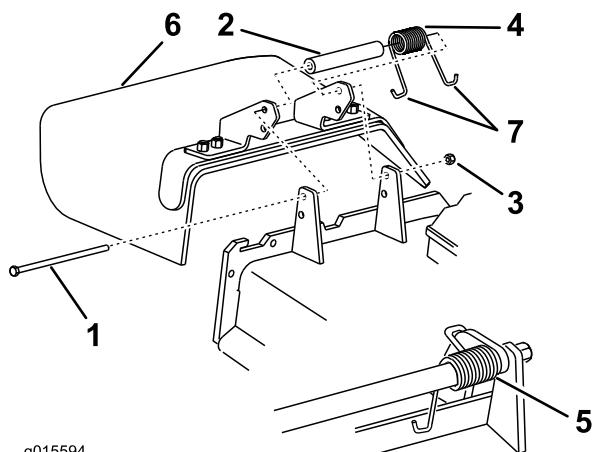

Figure 84
Remarque: Prenez soin de placer une extrémité en J du ressort derrière le bord du plateau avant de mettre le boulon en place, comme indiqué à la Figure 84.
3. Remettez le boulon et l'écrou. Accrochez une extrémité en J du ressort au déflecteur d'herbe (Figure 84).
1. Retirez le contre-écrou, le boulon, le ressort et l'entretoise qui fixent le déflecteur aux supports de pivot (Figure 84). Enlevez le déflecteur s'il est endommagé ou usé.